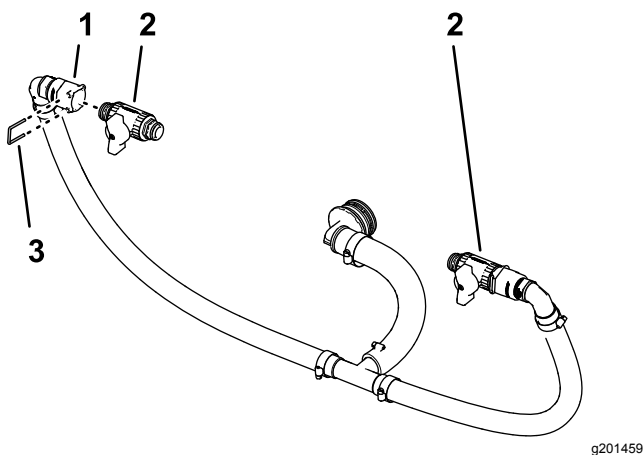

図 91
1. クイックディスコネクトのフィッティング 図 91 バイパスホースを組み付ける (ページ 39) で組み付けたものからリテーナ 2 個を外す。
2. クイックディスコネクトフィッティングのソケットに、シャットオフバルブを取り付ける 図 91。